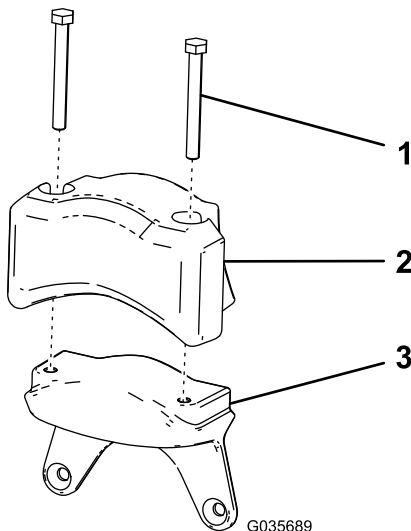

Figura 8
1. Monte o contrapeso elétrico e os dois parafusos (5/16 pol. x 23/4 pol.) que retirou em Remoção do contrapeso do motor elétrico \(página 4\) no novo peso (Figura 8).